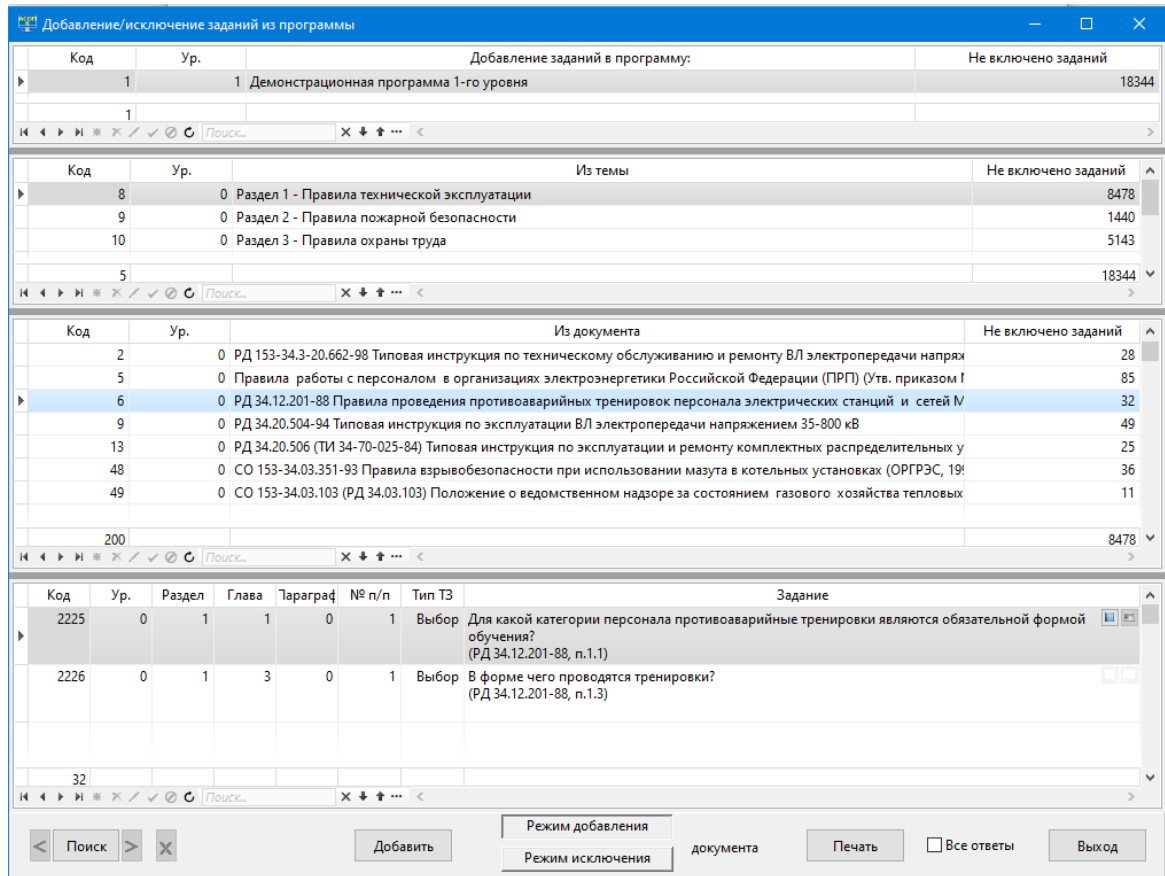

Рисунок 3.36 Форма для изменения наполнения программы (режим добавления)
- если режим редактирования включен, то эта кнопка реализует функцию «Изменить наполнение программы» и при её нажатии вызывается соответствующая форма, которая может быть включена либо в режим добавления тестовых заданий в программу (Рисунок 3.36), либо в режим исключения тестовых заданий из программы (Рисунок 3.38); переключения между режимами обеспечивают соответствующие кнопки, расположенные внизу формы; в каждом из режимов возможно получение соответствующего отчёта для последующей печати или сохранения (Рисунок 3.37, Рисунок 3.39). Следует отметить, что действия «Добавить» и «Исключить» могут применяться к отдельному ТЗ, всем ТЗ текущего документа или всем ТЗ всех документов текущей темы; это определяется тем, какая из строк сеток «Тема», «Документ» и «Задание» была отмечена (выделена голубым цветом) перед нажатием кнопок «Добавить» или «Исключить».